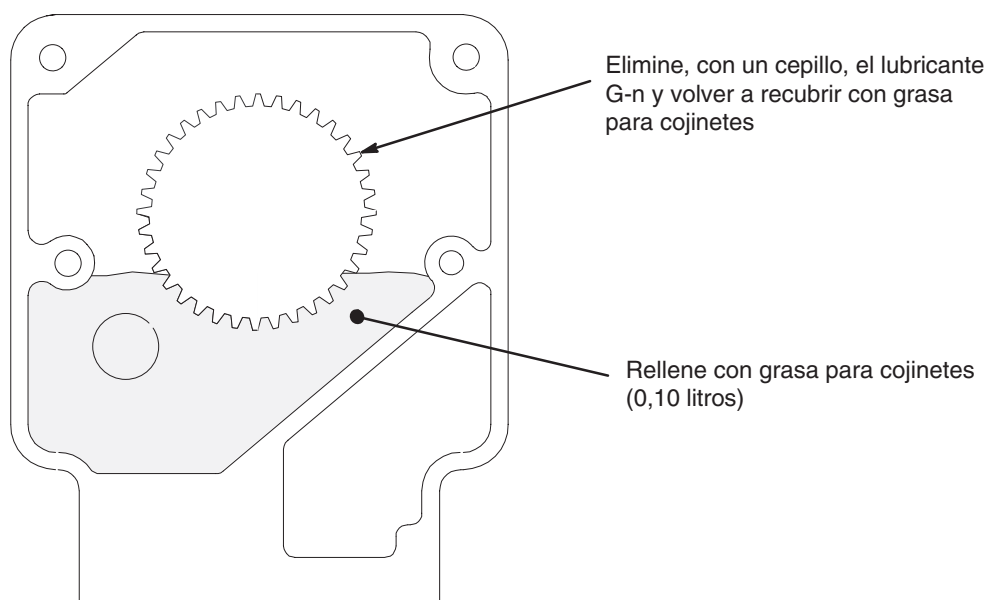

Fig. 9
9. Coloque la arandela grande (5) y después la pequeña (3) en el cigüeñal (8).
10. Introduzca el cigüeñal en el cojinete del alojamiento de impulsión (6) y de la biela (10).
11. Si se reemplaza completamente el conjunto del alojamiento de impulsión (6), aplique lubricante G-n (suministrado) en todos los dientes de engranaje. Después recubra los dientes de engranaje con grasa de cojinetes (suministrada). Meta el resto de la grasa de cojinetes en la parte inferior del alojamiento de impulsión. Emplee 0,1 litros de grasa. Vea la Fig. 9.
12. Instale el cojinete (19).
13. Instale la nueva junta (64).